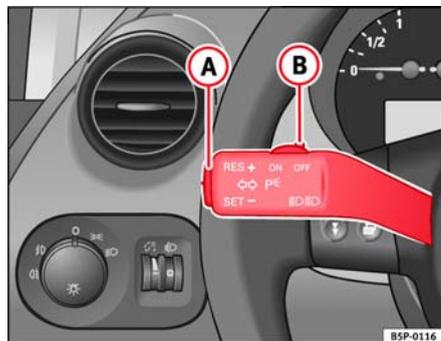

Fig. 140 Palanca de intermitentes y de luz de carretera: conmutador y tecla basculante para el regulador de velocidad
- Mueva el mando ⇒ fig. 140 **B** hacia la izquierda hasta la posición **ON**.